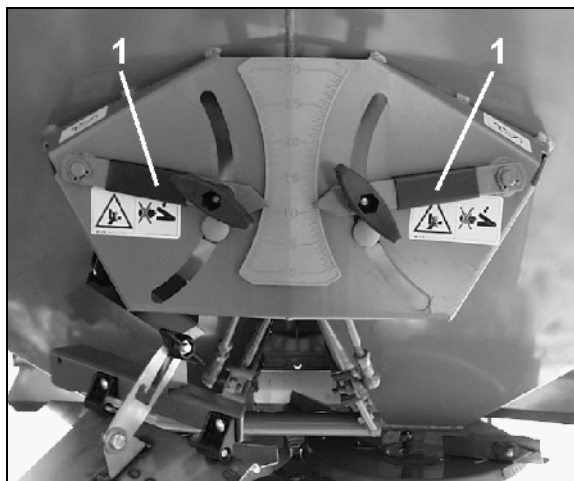

Fig. 102
- o kanten (Fig. 102/1) af spjældet skære det nederste hjørne (Fig. 102/2) af udløbåbningen.